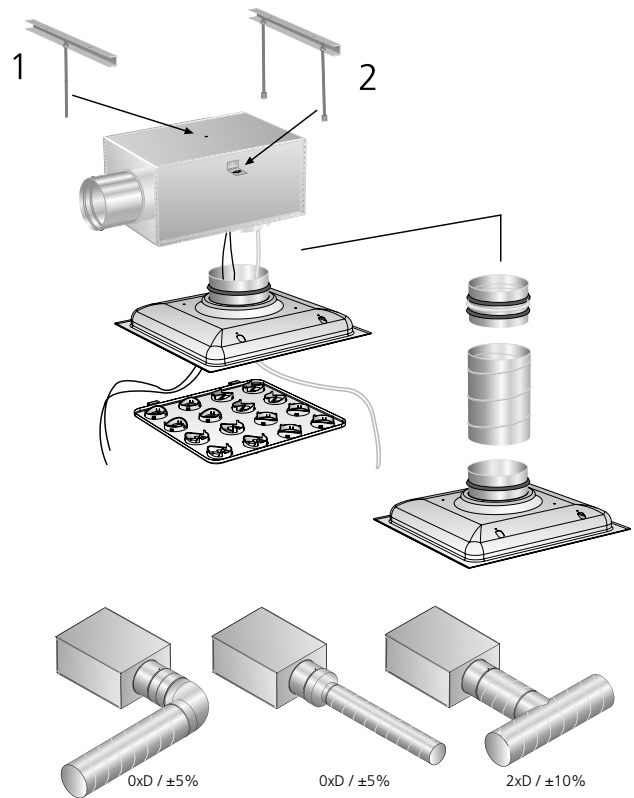

Abbildung 1. Montage.
Der Anschlusskasten wird an der Gebäudekonstruktion mithilfe von Pendeln (1) oder Montageband (2) montiert. Siehe Abbildung 1.
Messgenauigkeit und Anforderungen an eine gerade Strecke vor dem Anschlusskasten, siehe Abb 1. Die Anforderungen an die gerade Strecke sind abhängig vom Störungstyp vor dem Anschlusskasten. Abb. 1 zeigt einen Bogen, einen Übergang und ein T-Stück. Andere Störungstypen erfordern mindestens eine gerade Strecke von 2xD (D= Anschlussabmessung), um die Messgenauigkeit von ±10% des Volumenstroms einzuhalten.